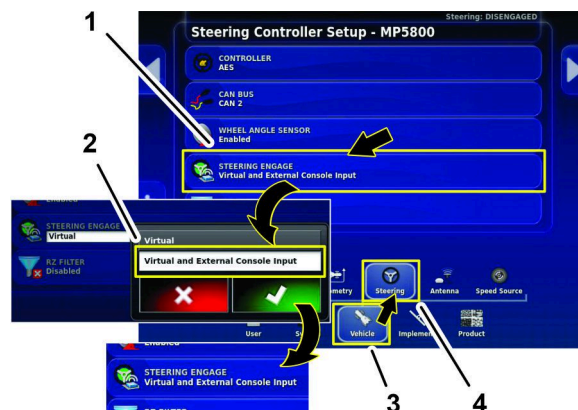

図 160
5. 車両アイコンを押し、ステアリングアイコンを押します(図 160)。
6. ステアリング作動アイコンを押します。(図 160)
7. ダイアログボックスで、仮想および外部コンソール入力アイコンを押し、確認アイコンを押します(図 160)。